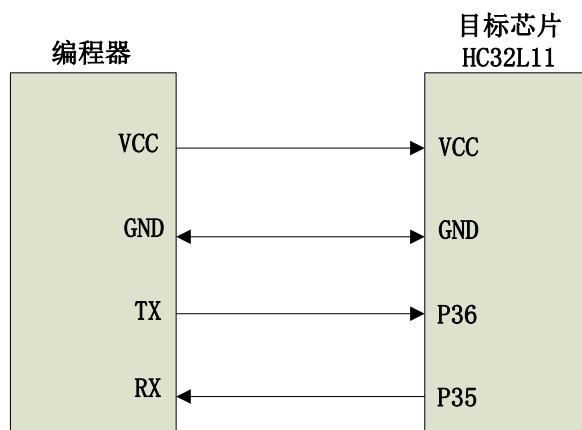

图 1 串行编程连接
- 2) 编程器端的信号线需要连接 VCC、GND、TX、RX 四条信号线如图 1 所示（以 HC32L110 系列为例）。